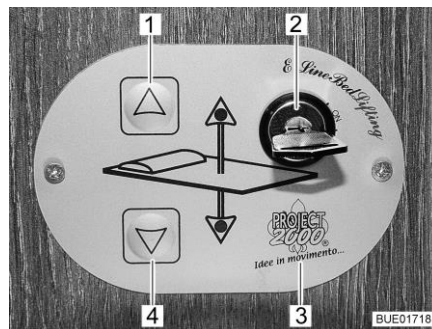

Fig. 50 Elemento de mando
Con las teclas (Fig. 50,1 y 4) en el elemento de mando (Fig. 50,3), se subirá o bajará la cama elevada. Con el interruptor llave (Fig. 50,2), se bloqueará el elemento de mando contra su utilización no autorizada.
- Girar la llave en el interruptor llave (Fig. 50,2) 90° en sentido de las agujas del reloj a la posición "On". El elemento de mando (Fig. 50,3) está activado.
- Pulsar la tecla de flecha (Fig. 50,4) y mantenerla pulsada hasta que la cama elevada haya bajado a la posición deseada.
- Pulsar la tecla de flecha (Fig. 50,1) y mantenerla pulsada hasta que la cama elevada haya subido a la posición final.
**Funcionamiento de emergencia** Si la cama elevada ya no se deja desplazar con las teclas de flecha (Fig. 50,1 y 4), controlar primero los fusibles (véase apartado 8.9.1). Si los fusibles están bien y la cama elevada no se deja desplazar a pesar de esto, se podrá manejar la cama elevada de forma manual en funcionamiento de emergencia.